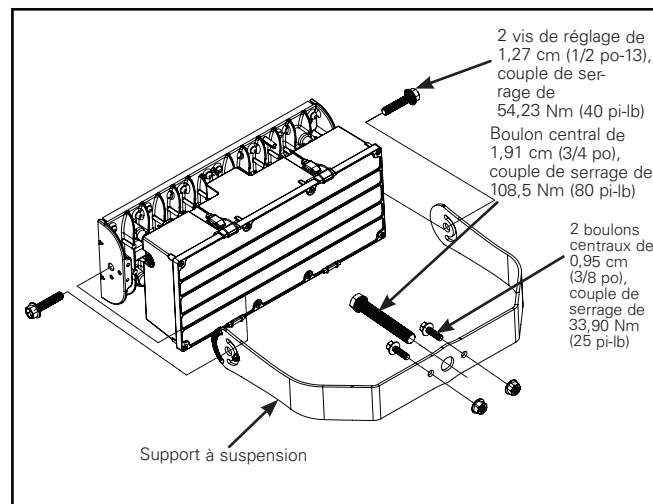
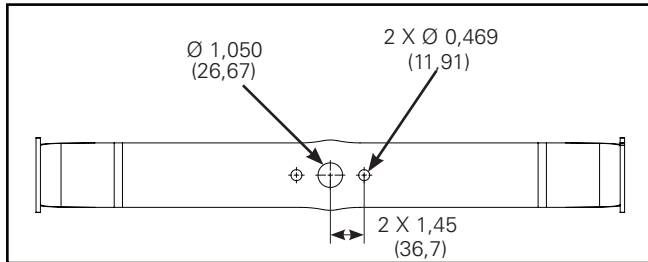

Figure 7.
Figure 8.
Montage suspendu (figures 7, 8, 9)
- Montez le luminaire sur une surface assurant un contact maximal sur la surface inférieure de la suspension. Utilisez le motif de trous fourni à la figure 8 pour aligner correctement la suspension avec le trou central et les 2 fentes de 1,14 cm (0,45 po) avec un espacement de 7,37 cm (2,90 po) (fig. 7).
- Tournez le luminaire vers la position désirée et serrez les boulons centraux à un couple de 54,23 Nm (40 pi-lb) (fig. 7).
- Desserrez, mais ne retirez pas les deux (2) boulons centraux (1,27 cm [1/2 po-13]) du luminaire (fig. 7).